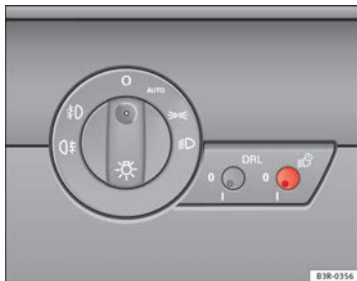

Abb. 85 Ausschnitt aus der Instrumententafel: Coming-/Leaving-Home-Schalter
- Drücken Sie kurz auf den Knopf ⇒ Abb. 85, um ihn aus seiner Position auszurasen.